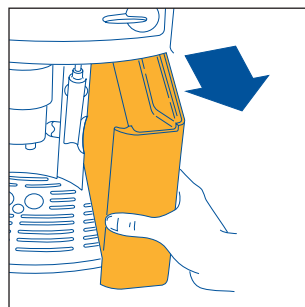

Fig. 1
- Extraiga el depósito de agua (fig. 1), enjuáguelo y llénelo con agua fresca sin superar la marca MÁX. Cuando extraiga el depósito, coloque el emulsionador en el centro de la máquina para poderlo quitar.